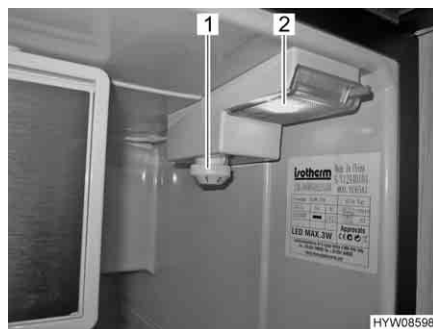

Fig. 85 Elemento di comando
- Ruotare il termoregolatore (Fig. 85,1) in senso orario dalla posizione "0" alla posizione "1". Il forno è acceso, l'illuminazione interna (Fig. 85,2) è accesa.
- Ruotare il termoregolatore (Fig. 85,1) in senso antiorario sulla posizione "0". Si deve qui superare una leggera resistenza.
- Impostare la temperatura al termoregolatore (Fig. 85,1).